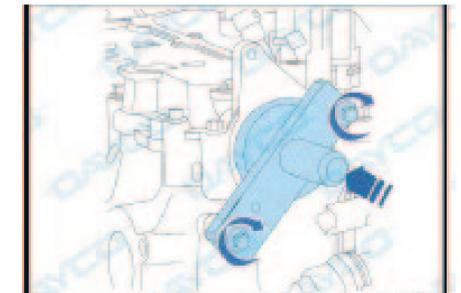

Fig. 1.15
- Monte la plantilla - herramienta de bloqueo en la parte trasera del eje de levas de descarga (Fig. 1.15).